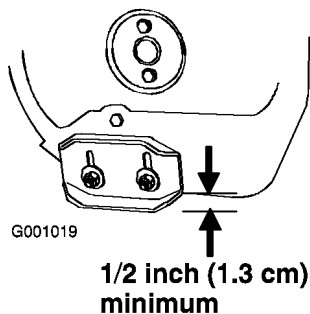

Bild 35
2. Lösen Sie die Muttern, mit denen beide Kufen an den Seitenplatten der Schnecke befestigt sind, bis sich die Kufen leicht nach oben und unten verschieben lassen (Bild 35).